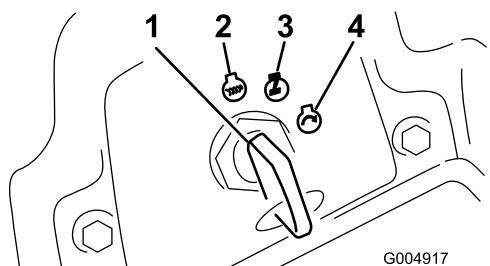

Figura 18
6. Gire la llave de contacto a la posición Marcha (Figura 18).
3. Gire la llave de contacto a la posición de Desconectado (Figura 18). Espere a que se detengan todas las piezas en movimiento antes de abandonar el puesto del operador.